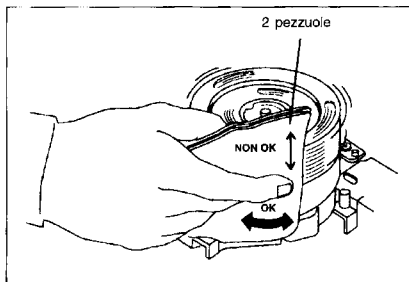

Fig. M1
3. Usare due pezzuole imbevute con 91% di alcool isopropil, avvicinarsi delicatamente al disco testine in rotazione (vedere la fig. M1).